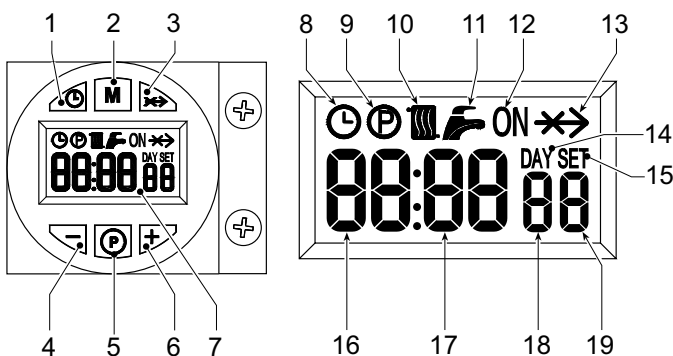

fig. 1 - Pannello comandi
| Rif. fig. 1 | Metodo A | Metodo B e C |
La richiesta d'accensione (generata alla chiusura del contatto sui morsetti 7-8 (vedi fig. 14), in condizioni di default setting) è indicata dall'attivazione del simbolo radiatore (part. 10 - fig. 1).
1. Premere il pulsante impostazione giorno/ora (part. 1 - fig. 1).
2. Sul display (part. 7 - fig. 1), le icone OROLOGIO e DAY lampeggiano: impostare il giorno corrente della settimana attraverso i tasti + e - (part. 4 e 6 - fig. 1), considerando che 1=lunedì, 7=domenica. Confermare il giorno attraverso la pressione del pulsante impostazione giorno/ora (part. 1 - fig. 1).
3. Sul display (part. 7 - fig. 1), le due cifre dell'ORA ATTUALE e l'icona OROLOGIO lampeggiano: impostare l'ora esatta attraverso i tasti + e - (part. 4 e 6 - fig. 1), da 00 a 23. Confermare l'ora attraverso la pressione del pulsante impostazione giorno/ora (part. 1 - fig. 1).
4. Sul display (part. 7 - fig. 1), le due cifre dei MINUTI ATTUALI e l'icona OROLOGIO lampeggiano: impostare i minuti esatti attraverso i tasti + e - (part. 4 e 6 - fig. 1), da 00 a 59. Confermare i minuti attraverso la pressione del pulsante impostazione giorno/ora (part. 1 - fig. 1). Funzionamento Riscaldamento Automatico, Manuale On, Manuale Off
Premendo il pulsante selezione modalità funzionamento (part. 2 - fig. 1) è possibile impostare il:
1. In Funzionamento Automatico, sul display (part. 7 - fig. 1), è visualizzata l'icona OROLOGIO. La richiesta d'attivazione e di disattivazione del bruciatore dipende dal programma settimanale impostato. Nella fascia oraria di richiesta, sul display (part. 7 - fig. 1), è visualizzata anche l'icona ON.
2. In Funzionamento Manuale On, sul display (part. 7 - fig. 1), è visualizzata solo l'icona ON. Il bruciatore risulta sempre in richiesta.
3. In Funzionamento Manuale Off, sul display (part. 7 - fig. 1), non è visualizzata né l'icona ON, né l'icona OROLOGIO. Il bruciatore risulta spento.
Il programma settimanale è pre-impostato con 3 fasce orarie di ON e 3 fasce orarie di OFF: uguali per ogni giorno della settimana. Nella fascia oraria di richiesta, sul display (part. 7 - fig. 1), è visualizzata l'icona ON.
1. Premere il pulsante Programmazione "P" (part. 5 - fig. 1)
2. Selezionare il giorno da programmare attraverso i tasti + e - (part. 4 e 6 - fig. 1):
3. Premere il pulsante Programmazione "P" (part. 5 - fig. 1):
- Utilizzare i tasti + e - (part. 4 e 6 fig. 1) per modificare l'inizio della 1st fascia oraria di ON; esempio 06:00Premere il pulsante Programmazione "P" (part. 5 - fig. 1)
- Utilizzare i tasti + e - (part. 4 e 6 fig. 1) per modificare l'inizio della 1st fascia oraria di OFF; esempio 09:00Premere il pulsante Programmazione "P" (part. 5 - fig. 1)
- Utilizzare i tasti + e - (part. 4 e 6 fig. 1) per modificare l'inizio della 2st fascia oraria di ON; esempio 12:30Premere il pulsante Programmazione "P" (part. 5 - fig. 1)
- Utilizzare i tasti + e - (part. 4 e 6 fig. 1) per modificare l'inizio della 2st fascia oraria di OFF; esempio 14:00Premere il pulsante Programmazione "P" (part. 5 - fig. 1)
- Utilizzare i tasti + e - (part. 4 e 6 fig. 1) per modificare l'inizio della 3st fascia oraria di ON; esempio 16:00Premere il pulsante Programmazione "P" (part. 5 - fig. 1)
- Utilizzare i tasti + e - (part. 4 e 6 fig. 1) per modificare l'inizio della 3st fascia oraria di OFF; esempio 23:30Premere il pulsante Programmazione "P" (part. 5 - fig. 1)
11. Premere il pulsante Programmazione "P" (part. 5 - fig. 1) per 3 secondi, si esce dalla modalità programmazione.
L'accesso al menù parametri avviene premendo il pulsante programmazione "M" (part. 2 - fig. 1) per 5 secondi. Viene visualizzato il parametro "u01": identificato dalla scritta SET 01. Premendo il pulsante "P" (part. 5 - fig. 1) sarà possibile scorrere la lista dei parametri.
Per modificare il valore di un parametro basterà premere i tasti + e - (part. 4 e 6 - fig. 1): la modifica verrà salvata automaticamente. Una volta modificato il parametro, è necessario attendere 3 secondi: il dato lampeggia e viene salvato.
Per uscire dal menù, premere il pulsante "selezione modalità funzionamento - M" (Part. 2 - fig. 1) per 5 secondi.
L'accesso al menù parametri avviene premendo il pulsante programmazione "P" (part. 5 - fig. 1) per 10 secondi. Viene visualizzato il parametro "t01": identificato dalla scritta SET 01. Premendo il pulsante "P" (part. 5 - fig. 1) sarà possibile scorrere la lista dei parametri.